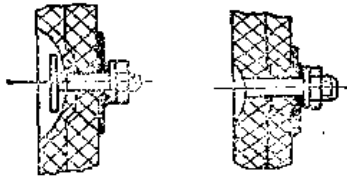

图8-4-3 螺钉钉固法
① 料斗的焊接,必须在模具上进行,并不得有凹凸不平的现象。料斗的几何形状与外形尺寸应正确,其长、宽、高误差,均不得超过名义尺寸的 $1/100$ ;角度误差不超过 $\pm 1^\circ$ 。料斗的焊缝应紧密均匀,不允许有气孔、烧穿等影响焊缝强度的缺陷。
② 链条的铰接处应使相互联接的链板能自由地转动,没有卡住现象。
③ 胶带长度方向不允许有波浪形扭曲,10m内,中线偏差 $< 5\text{mm}$ ,全长不超过 $20\text{mm}$ ;两边缘对中心线偏差不超过 $10\text{mm}$ 。
④ 固定料斗与胶带上的螺钉端头表面应平整光滑,螺钉头部背面带二锥形凸出物应具有尖锐的顶峰,以嵌入胶带防止螺钉转动。螺钉的固定法见图8-4-3。
⑤ 胶带上紧固料斗的联接孔,应使用样板钻孔,孔可以钻出或冲出。严禁使用铁棒烧红钻孔,这样会造成胶带局部地迅速磨损和破裂。
⑥ 胶带搭接时,胶带的两侧要成一直线,如